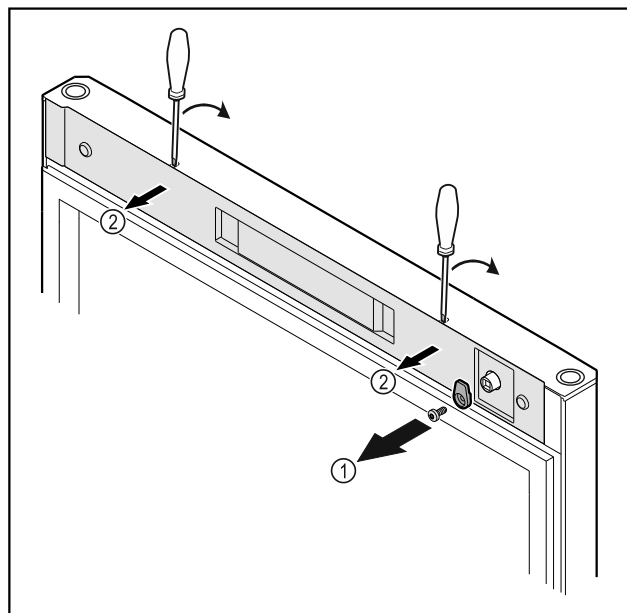

Fig. 13
- Svitare i ganci di chiusura Fig. 13 (1).
- Disinnestare la copertura Fig. 13 (1) con l'ausilio di un piccolo cacciavite e rimuoverla.